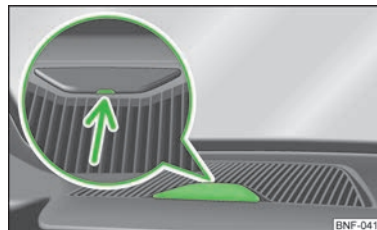

Bild 76
- Stick in en spårskruvmejsel i det med pilen utmärkta uttaget » bild 76 och fäll täcklocket försiktigt uppåt.
- Stäng öppningen för fästet i instrumentpanelen med täckkåpan » bild 76.